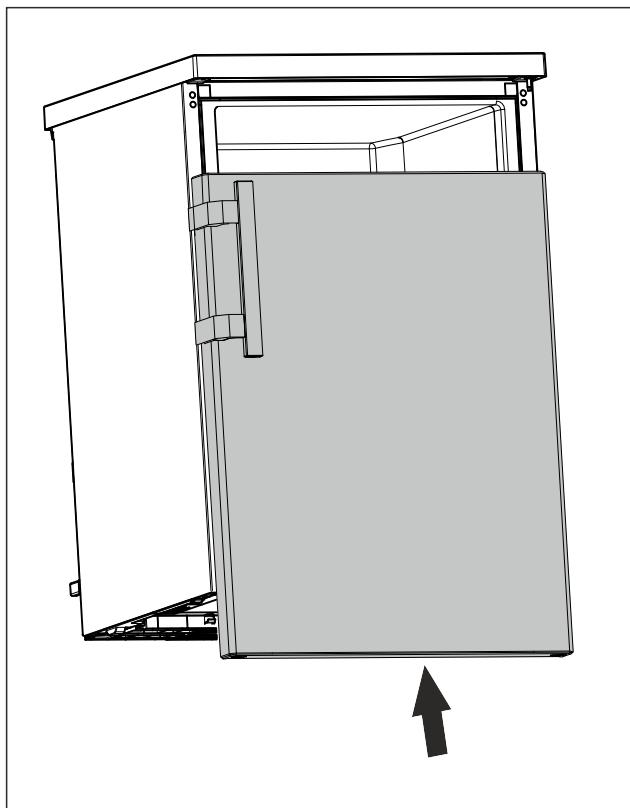

Fig. 16
- ▶ Плъзнете вратата върху горния болт, когато е затворена. (вж Fig. 16)